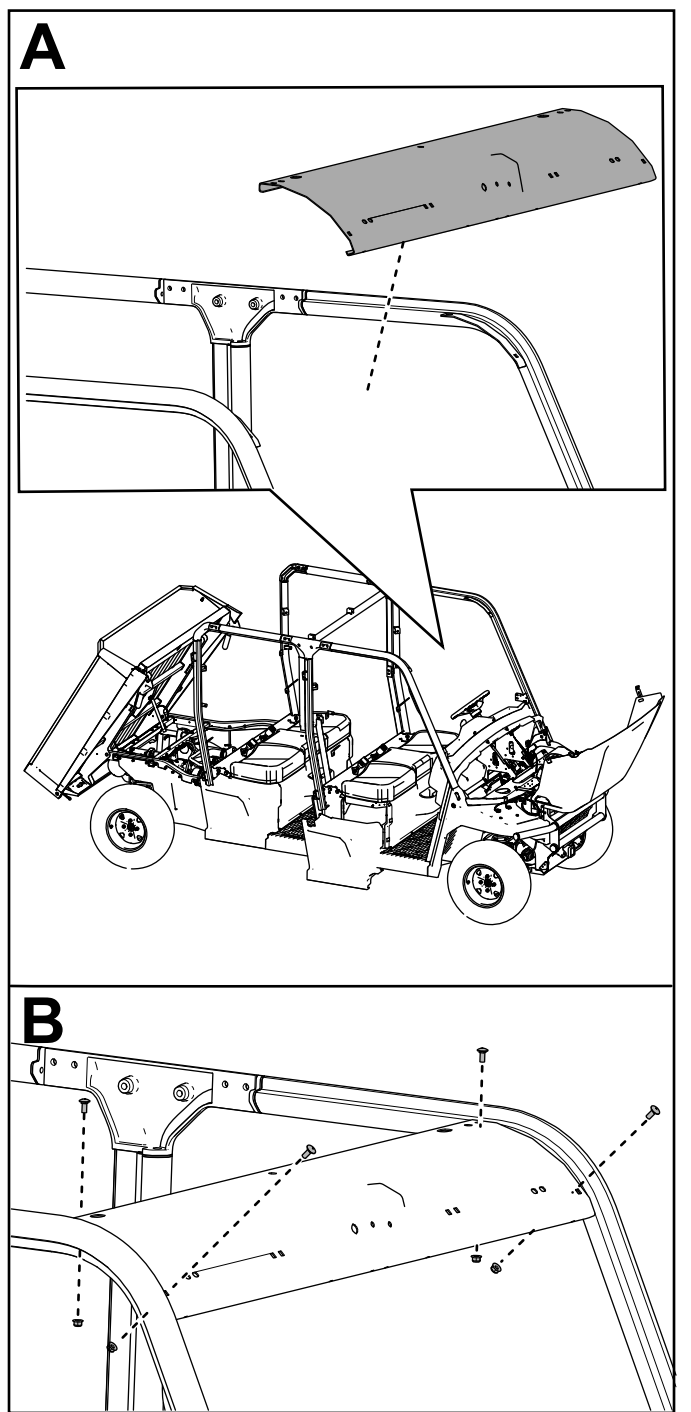

図 42
15. 左側フレームチューブに、アクチュエータマウントを取り付けるキャリッジボルト5/16 x 1"4 本とロックナット5/16"4 個で図 42 のように取り付ける。